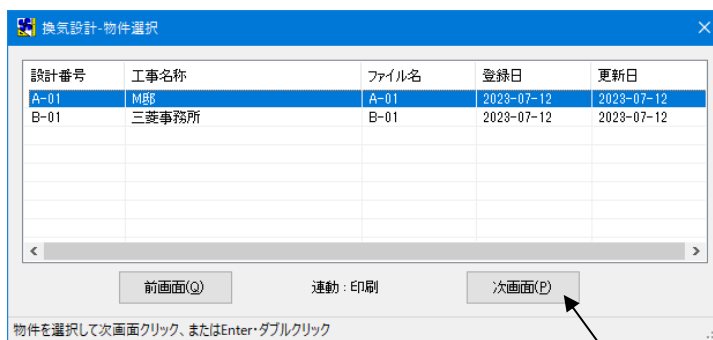

図3
印刷したい設計番号を[↑][↓]キーをクリックで指定し、[次画面(P)]ボタン(図3-①)をクリックします。